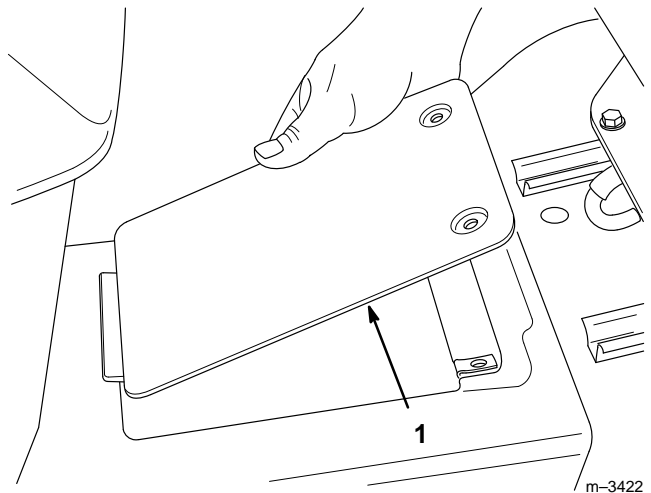

Figure 32
3. Dévisser les deux vis et soulever la trappe d'accès à l'arbre de transmission, sur le tunnel du tracteur, près du siège (Fig. 32).